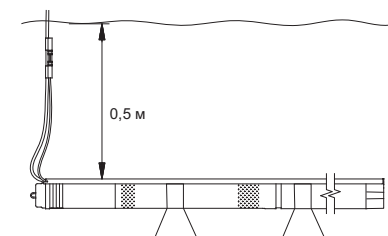

Рис. 8 Установка в горизонтальном положении
- **для установки в горизонтальном положении:** минимальное расстояние 0,5 м от всасывающего патрубка насоса до динамического уровня воды (см. рис. 8).